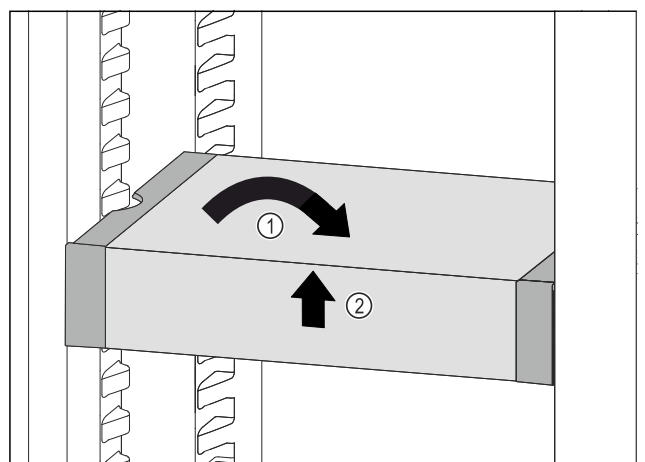

Fig. 197
- ▶ VarioSafe gerade stellen. Fig. 197 (1)
- ▶ VarioSafe vorne anheben. Fig. 197 (2)